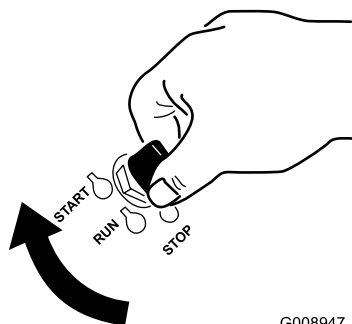

Figure 20
6. Tournez la clé de contact à la position de DÉMARRAGE (Figure 20).